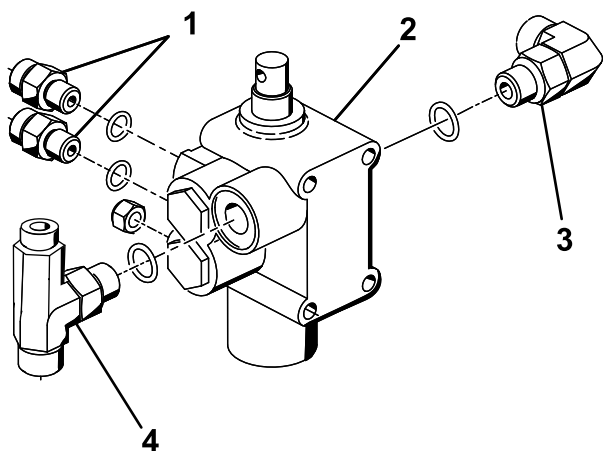

图 9
3. 如图 9 所示将 90°接头、2 个直通液压接头以及在 3 准备安装液压组件 (页码 3) 中从现有阀门上拆下的 T 形接头拧入新提升阀。